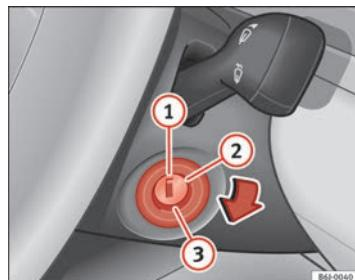

Fig. 99 Posiciones de la llave de contacto
En esta posición → fig. 99 el encendido y el motor están desconectados pudiéndose bloquear la dirección.
- Gire la llave de contacto hasta la posición ⇒ fig. 99 ②. El testigo ⑧ se encenderá en caso de precalentamiento del motor.
- En cuanto se apague el testigo, gire la llave de encendido a la posición ③ para poner en marcha el motor y no pise el acelerador.
- Gire la llave de contacto a la posición **⇒ fig. 99 ①**.